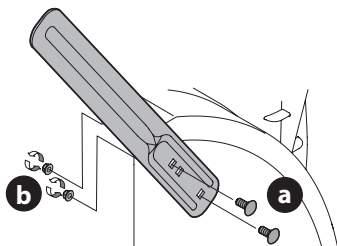

Figura 37
1. Extraiga los pernos de carro (a) y las tuercas de seguridad (b) que se envían con cada cortador de deriva (Figura 37).
2. Utilizando los pernos de carro y las tuercas de seguridad extraídos en el Paso 1, asegure los cortadores de deriva a la carcasa del barreno como se muestra en la Figura 37.